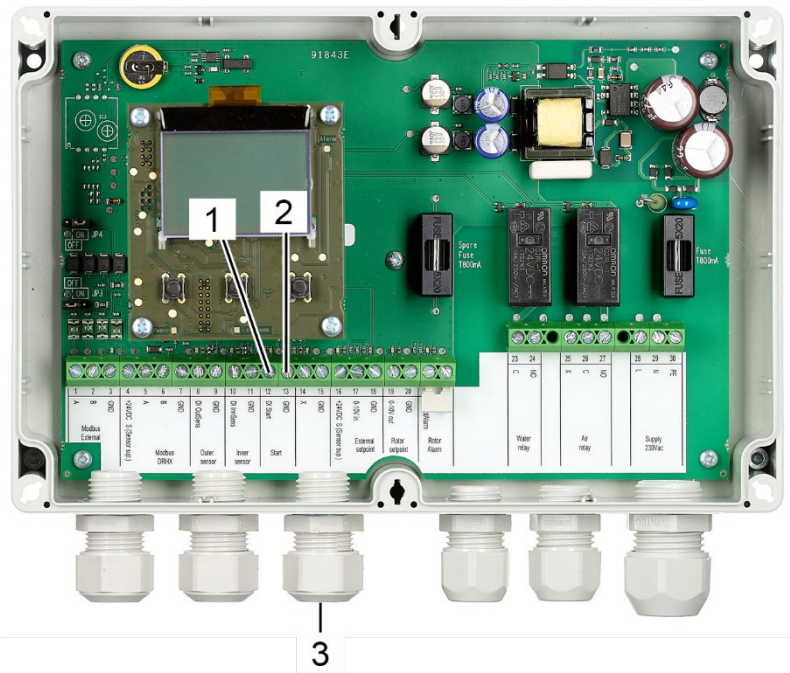

Abbildung 92: Terminals externes Startsignal
30. Führen Sie die externen Startdrähte durch die Kabelbuchse (Abbildung 92/3).
31. Verbinden Sie das externe Starteingangssignal mit Terminal 12 (Abbildung 92/1, DI Start).
32. Verbinden Sie das externe Starterdnungskabel mit Terminal 13 (Abbildung 92/2, GND).